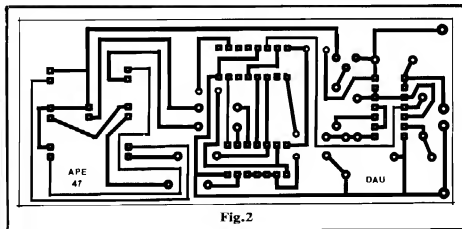

Fig. 2
- FIG. 2 - LAY OUT DO CIRCUITO IMPRESSO ESPECÍFICO - De modo a facilitar ao máximo o arranjo "mecânico" final ao Hobbyista, optamos por uma placa que concentra praticamente tudo, incluindo o próprio display de LEDs... Com isso (conforme veremos mais à frente, na análise da fig. 5...) a fiação externa fica reduzida ao mínimo absoluto... Em compensação, o lay out torna-se um pouco mais elaborado, em termos do padrão de ilhas e pistas... Ainda assim, contudo, o desenho não é muito complicado, nem demasiadamente congestionado... Como a figura encontra-se em escala 1:1 (tamanho natural), a cópia ou "carbonagem" poderá ser feita de modo direto... Pedimos um pouco de atenção às regiões onde se estabelecem as ilhas destinadas às "perninhas" dos três Integrados, já que nelas as áreas cobreadas são muito pequenas e próximas umas das outras, lugares propícios ao surgimento de erros, falhas, "curtos", etc. Se, contudo, a cópia, traçagem, corrosão e verificação forem feitas com cuidado, a confecção poderá ser levada a bom termo, mesmo por Hobbyistas ainda sem muita prática (sem pressa, conferindo sempre e raciocinando muito, não há o que errar...). Conselhos específicos para o bom aproveitamento do Circuito Impresso encontram-se nas INSTRUÇÕES GERAIS PARA AS MONTAGENS, que devem ser consultadas pelo Leitor, se for "começante"...